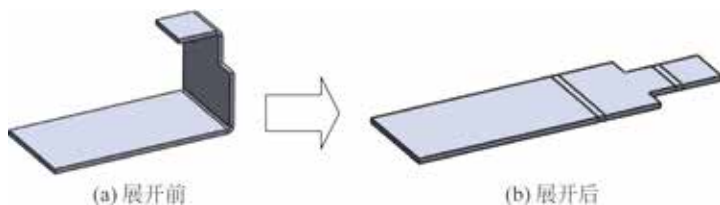

图 5.111 钣金全部展开
- **收集所有折弯(A)** 按钮：用于自动将模型中所有可以展开的折弯进行选中，进而全部展开，如图 5.111 所示。